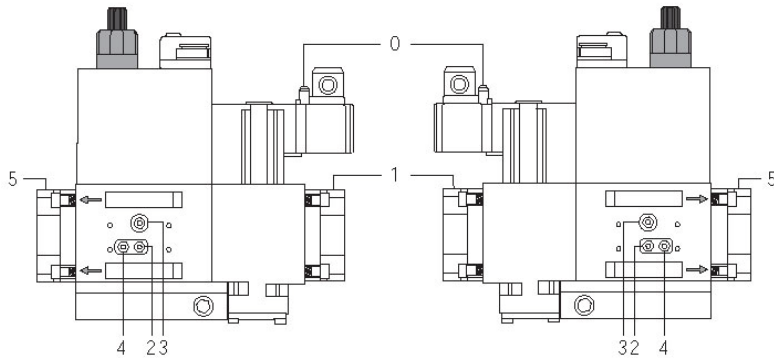
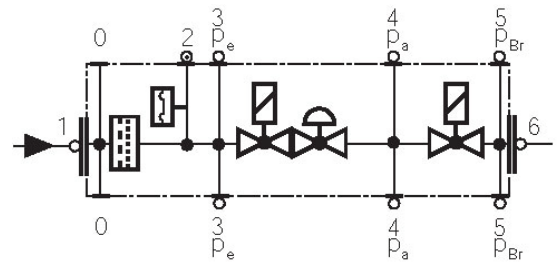

Fig. 44
Fig. 45
- Pulire o sostituire il filtro se la differenza di pressione fra i punti 1 e 2 (Fig. 44-Fig. 45)  $\Delta p > 10$  mbar.